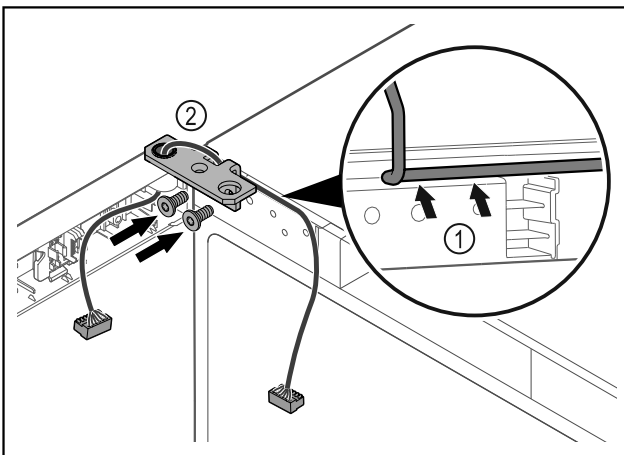

Fig. 65
- ▶ Faire passer le câble avec précaution par le trou de l'équerre de charnière Fig. 65 (1).
- ▶ Visser l'équerre de charnière Fig. 65 (2).